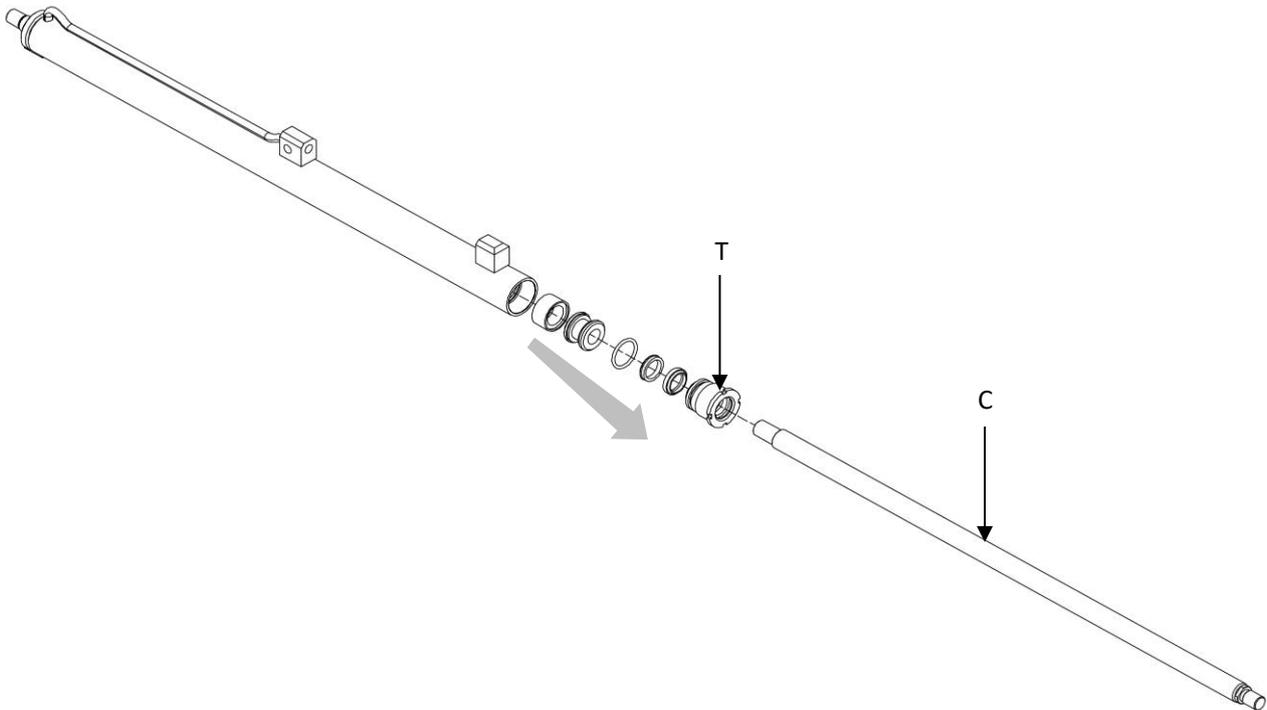

Figura 49
8. Prendere come riferimento la *Figura 49*.